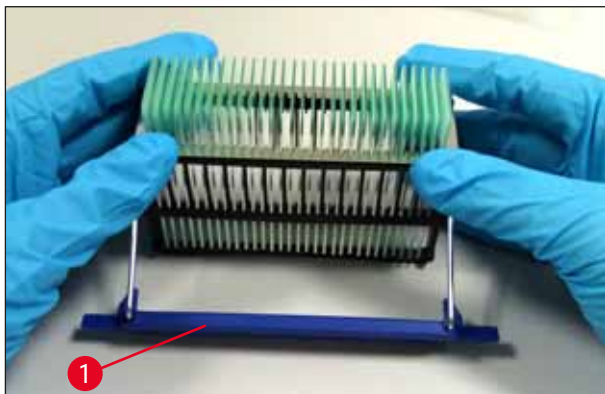

Fig. 35
3. Placer l'étrier délicatement au-dessus des lamelles porte-objets et veiller à ce qu'une seule lamelle porte-objet soit placée dans chaque fente de l'étrier (→ Fig. 35).
5. En utilisant les deux mains simultanément, appuyer doucement l'étrier vers le bas jusqu'à ce qu'il s'enclenche en position (→ Fig. 35).